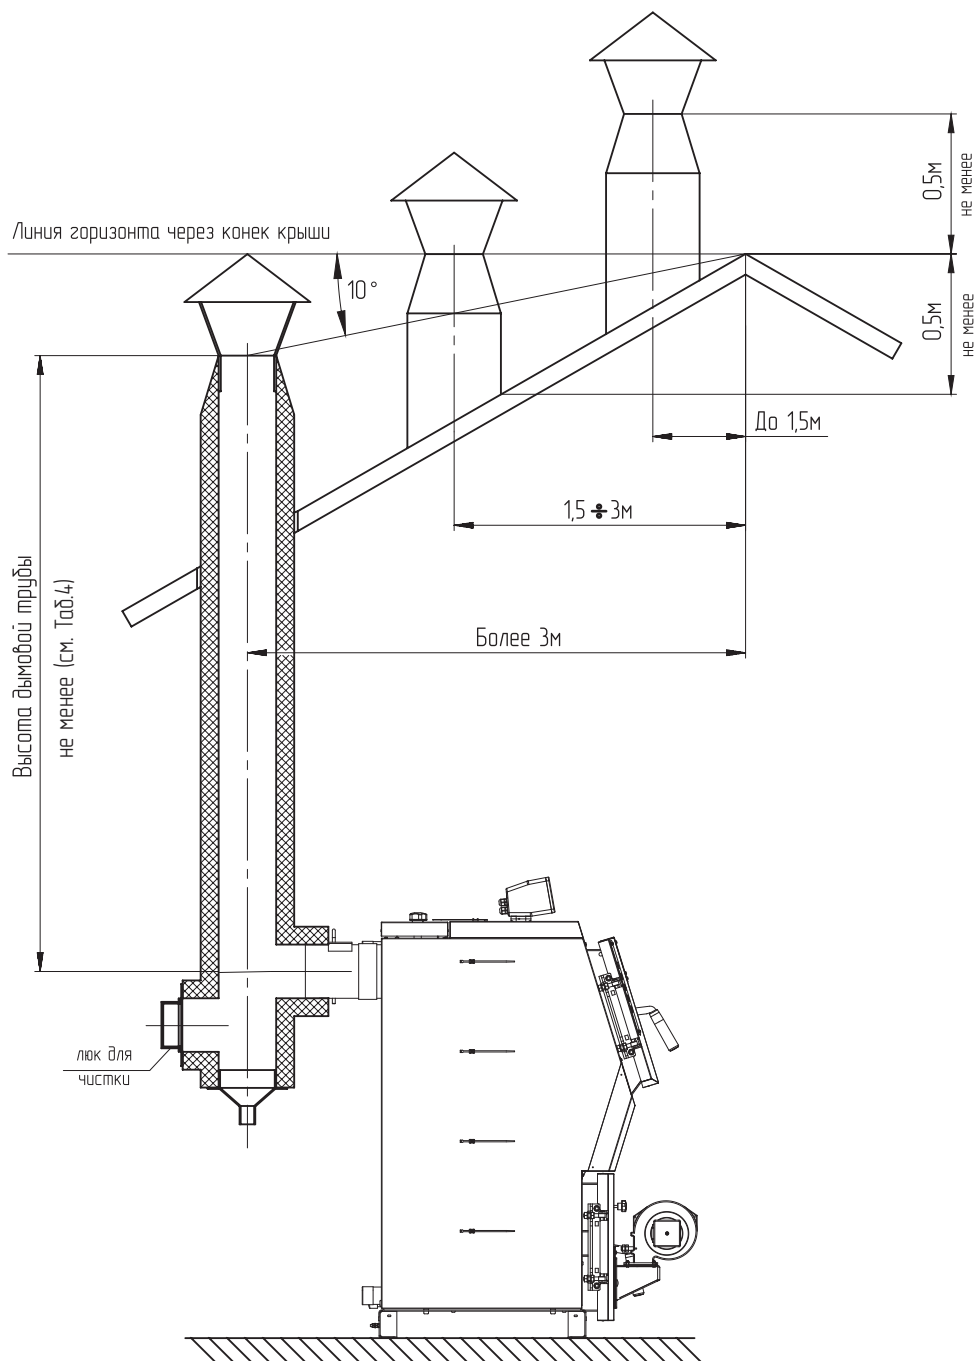

Рис.9 Варианты установки дымоходной трубы
- Высоту дымовой трубы над крышей (в зависимости от расстояния ее до конька крыши) выполнить, в соответствии с **Рис.9**.